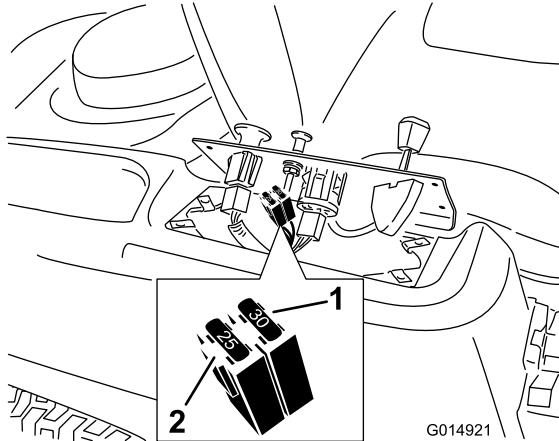

Figure 46
- Soulevez le panneau de commande pour accéder au faisceau de câblage principal et à la boîte à fusibles (Figure 46).
- Pour remplacer un fusible, tirez dessus pour l'enlever (Figure 46).